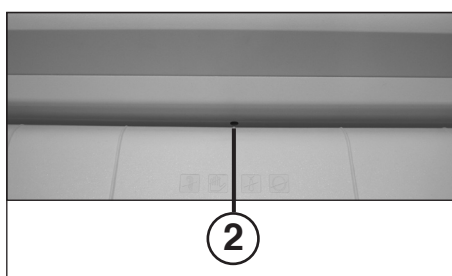

Рис. 2
- 2 = Светодатчик (вращение вперёд) (рис. 2)**